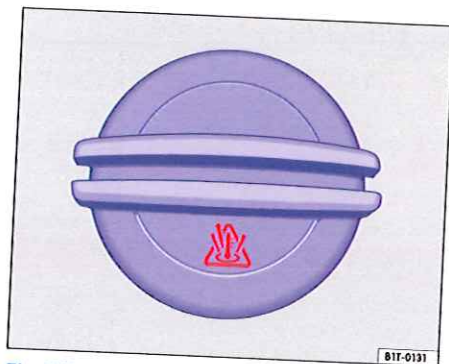

Fig. 239 Dans le compartiment-moteur : bouchon du vase d'expansion du liquide de refroidissement.
- Le vase d'expansion du liquide de refroidissement est repéré par le symbole  figurant sur le couvercle → fig. 239.